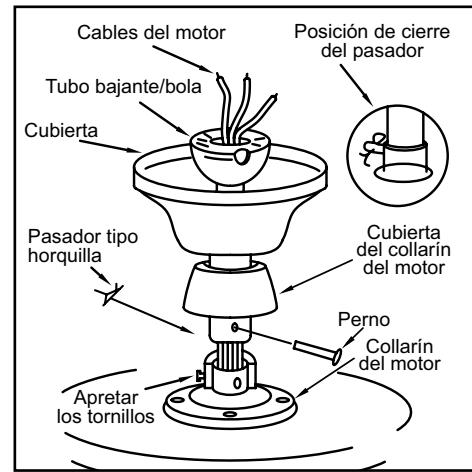

Figura 6
- Inserta los cables que salen por la parte superior del motor del ventilador a través de la cubierta y luego a través del ensamblado del tubo bajante y la bola (Figura 6).
no apretarlo contra el cableado dentro del tubo bajante. Inserta el pasador tipo horquilla en el orificio cercano al extremo del perno y dóblalo para garantizar la seguridad, tal como se muestra en el círculo de la Figura 6.
- Vuelve a ajustar los dos tornillos del collarín en la parte superior de la carcasa del motor (Figura 6).